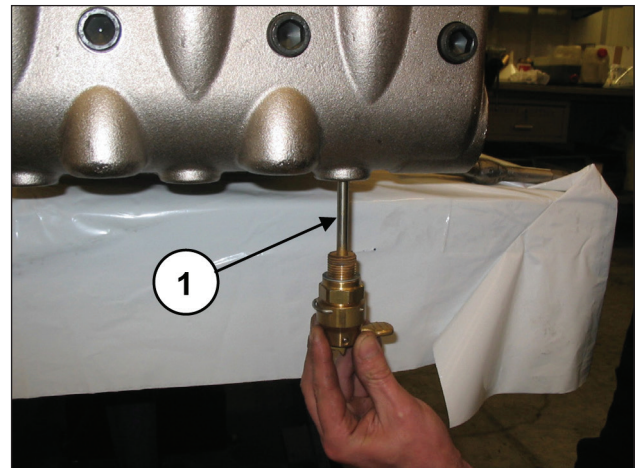
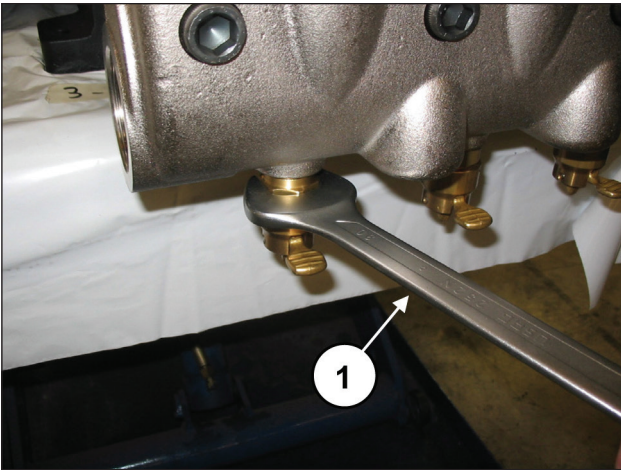

Abb. 119
Abb. 120
Bringen Sie die Ventilöffner an (Pos. ①, Abb. 119) und drehen Sie diese mit einem 30 mm Schlüssel fest (Pos. ①, Abb. 120).